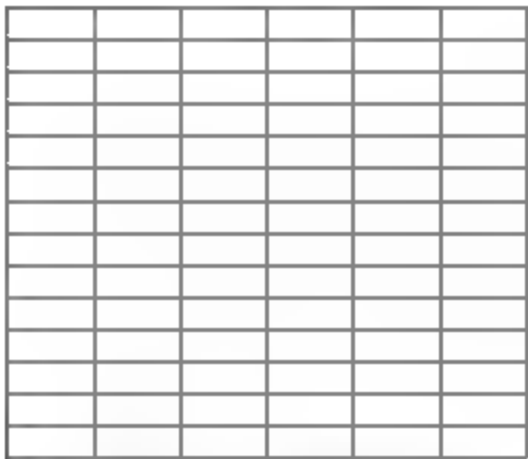

图10-58 调整行高
- 09 选中表格，单击激活左下角的三角形夹点，向下移动鼠标，调整表格高度，结果如图10-58所示。